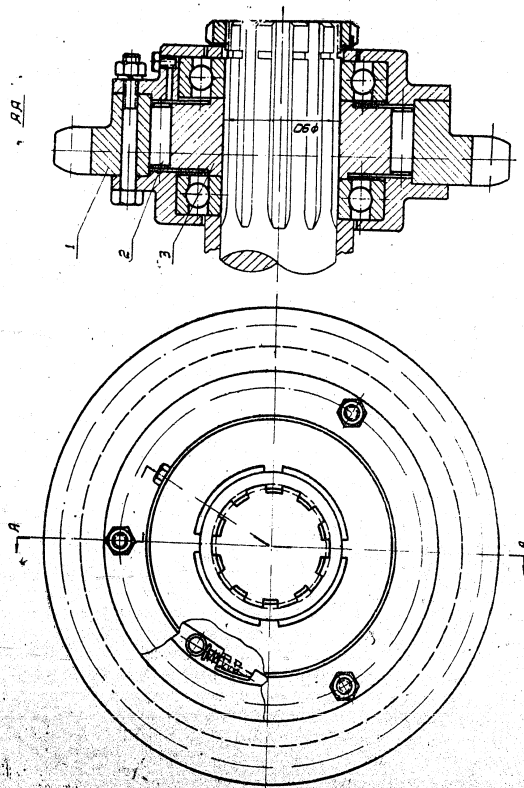

Рис. 2. Роликовая противобойная муфта:
- б) роликовой противобгонной муфты, посаженной на конец вала главной лебедки (рис. 2);